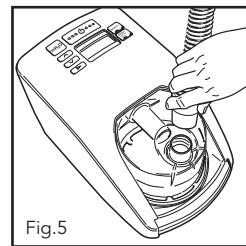

Fig.5
4. L'une des extrémités du circuit possède un connecteur en plastique blanc. Positionner ce connecteur sur la sortie de la chambre d'humidification située sur le dessus de celle-ci (Fig. 5).